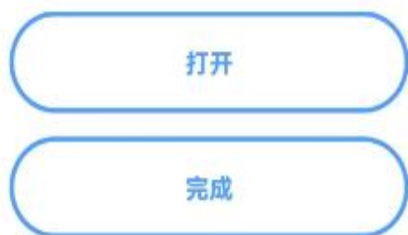

图2.5
- ① 下载完成后如下图2.5所示，然后继续点击安装，下图2.6为安装完成后图标，此APP目前只支持安卓版手机安装。